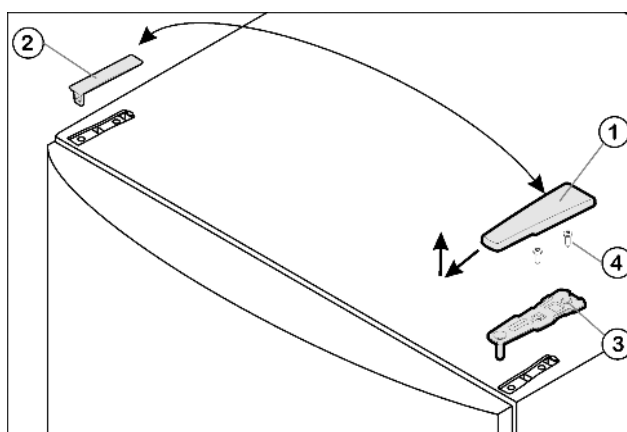

Fig. 4
- ▶ Afdekking Fig. 4 (1) naar voren en boven wegtrekken.
- ▶ Afdekking Fig. 4 (2) eraf nemen.
- ▶ Bovenste lagerbus Fig. 4 (3) losschroeven (2 maal Torx® 25) Fig. 4 (4) en naar boven eraf trekken.
- ▶ Plaats de bovenste lagerbus *Fig. 4 (3)* aan de nieuwe scharnierkant in de deur.
- ▶ Bovenste lagerbus **goed (met 4 Nm)** vastschroeven (2 maal Torx® 25) *Fig. 4 (4)*. Steek de schroefgaten indien nodig voor of gebruik de accuschroevendraaier.
- ▶ Afdekking *Fig. 4 (1)* en afdekking *Fig. 4 (2)* elk op de tegenoverliggende zijde van buiten aanbrengen en vastklikken.